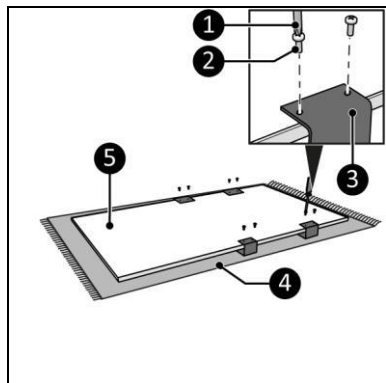

Figure 10
8. Posez l'appareil sur une surface douce et stable (figure 10, pos. 4).
9. Placez les deux porte-serviettes (figure 10, pos. 3) sur deux des trois emplacements possibles de la partie principale (figure 10, pos. 5).
10. Vissez et serrez les deux porte-serviettes (figure 10, pos. 3) avec huit petites vis (figure 10, pos. 2) à l'aide d'un tournevis Phillips (figure 10, pos. 1).